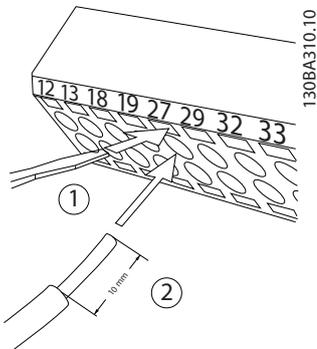

Abbildung 2.29 Anschluss der Steuerleitungen
1. Öffnen Sie den Kontakt, indem Sie einen kleinen Schraubendreher in die rechteckige Öffnung über bzw. unter dem entsprechenden Kontakt einführen und damit die Klemmfeder öffnen (siehe *Abbildung 2.29*).